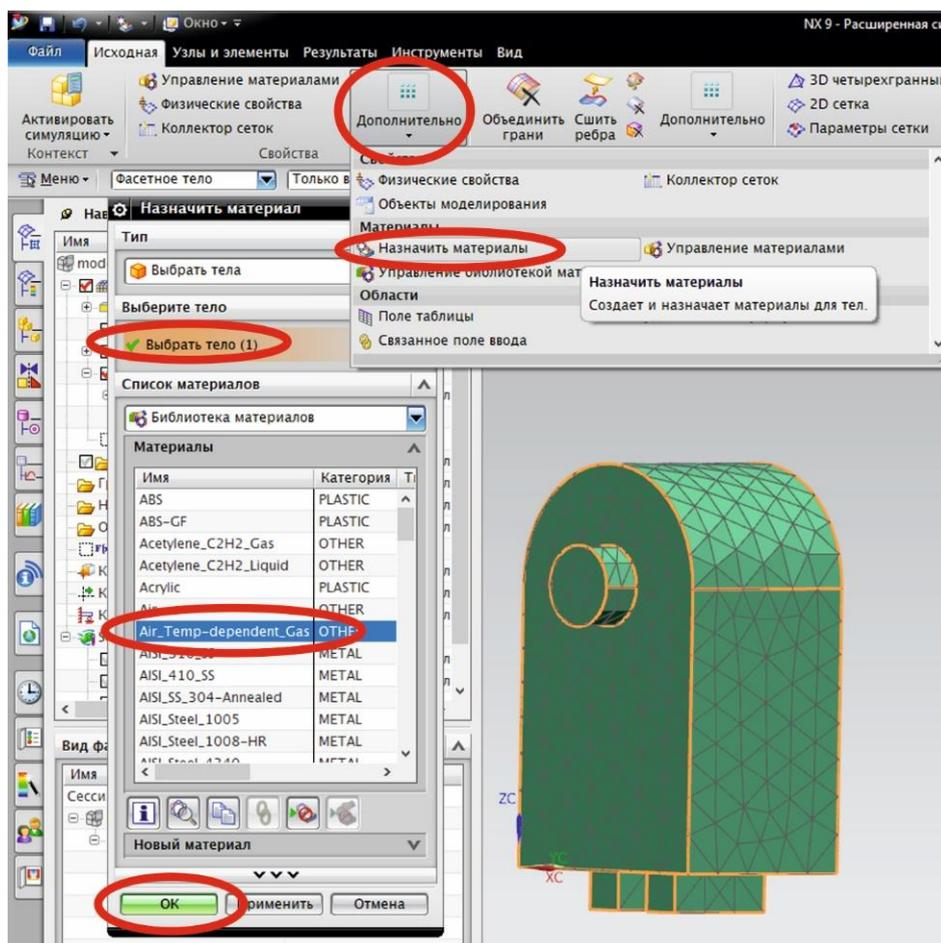

Рис. 1.7. Назначение материала
8. Задайте материал для построенной сетки. Закладка панели инструментов «Исходная» – «Дополнительно (группа Свойства)» – «Назначить материалы». В открывшемся окне настроек «Назначить материалы» выберите в качестве тела всю вашу сетку (рис. 1.7). В Библиотеке материалов выберите воздух «Air_Temp-dependent_Gas» и нажмите «Ок».